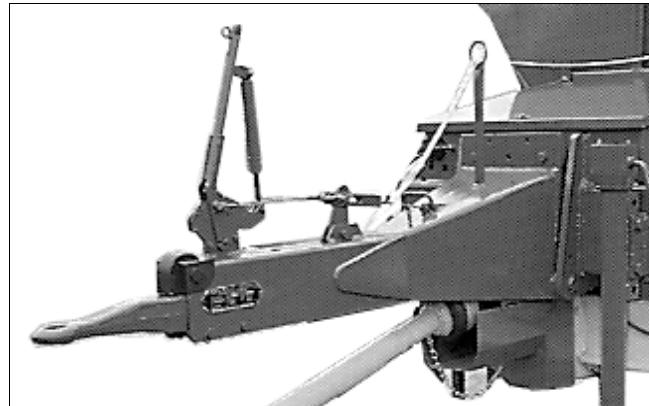

Рис. 7
- тяговым дышлом (Рис. 7) с инерционным тормозом и автоматикой обратного хода,